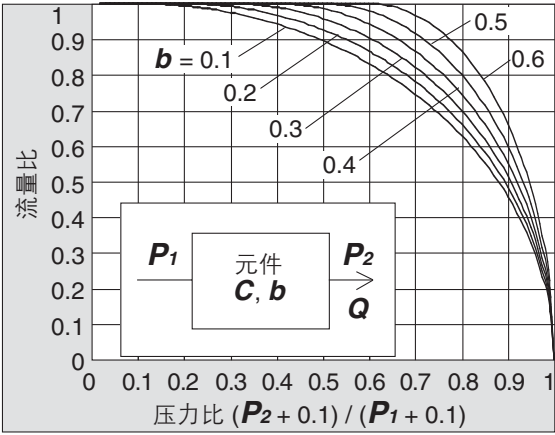

图1.流量特性线图
按对角顺序 ①→②→① (图1) 拧紧螺钉。
流量特性线图如图1所示。详见本公司“节能软件”。
从图1，压力比0.8、**b** = 0.3的流量比可读为0.7。